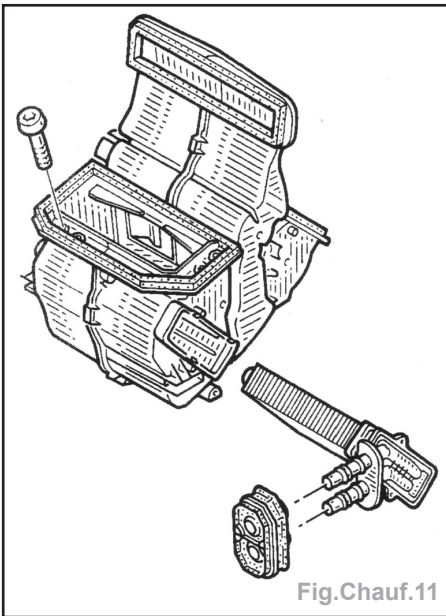

Fig.Chauf.11
- Déposer le boîtier répartiteur (Fig.Chauf.11).